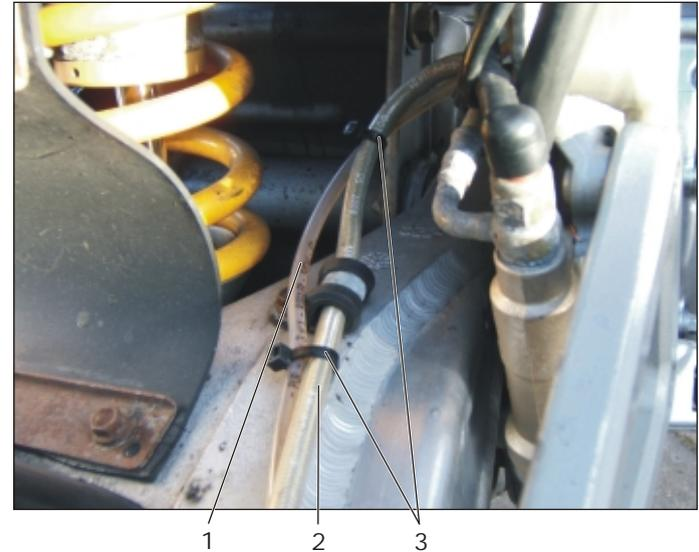

Bild 10 Verlegung der Ölleitung parallel zur Bremsleitung nach oben zur Steuerung
3. Verlegen Sie die Ölleitung so nach oben, dass beim Fahren die Kette nicht berührt wird. Die Ölleitung darf nicht unter Zug stehen (Bild 10).